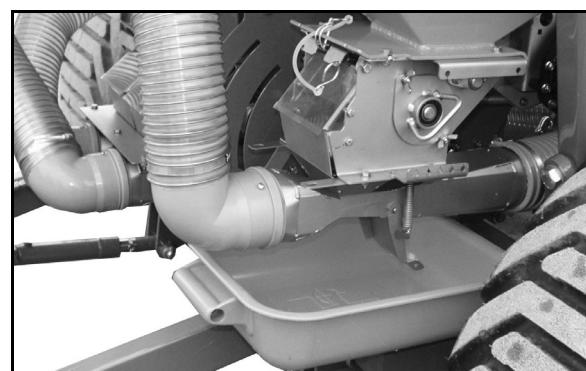

Рис. 87
- Ослабьте две барабанковые гайки (Рис. 87/1), не откручивайте полностью.